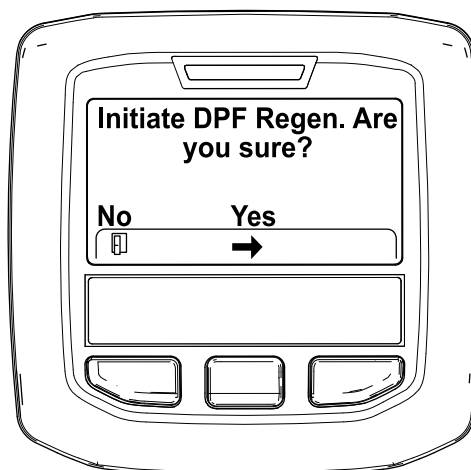

Figura 43
4. Quando viene visualizzato il messaggio "Inizializzare Rigen. FAP?" premete il pulsante centrale (Figura 43).